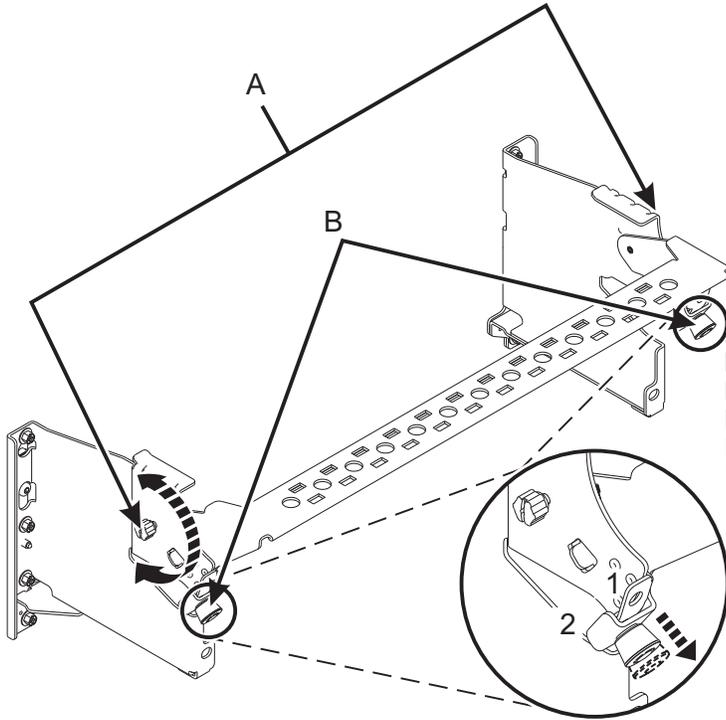

Figura 48. Colocar o suporte de gestão de cabos na posição de funcionamento
5. Coloque o suporte de gestão de cabos na posição de funcionamento. Consulte Figura 48 na página 48.